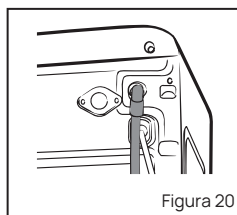

Figura 20
- Procesa a la inversa para volver a conectar la manguera. Ver figura 20.